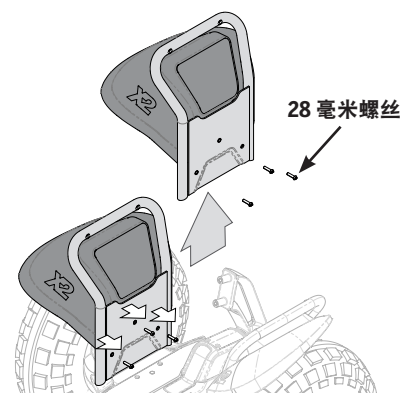

图 3. 拆下 x2 SE 挡泥板架
2. 使用一把 4 毫米六角扳手拆下三个 28 毫米螺丝，将它们放置于安全位置（请参见图 3）。